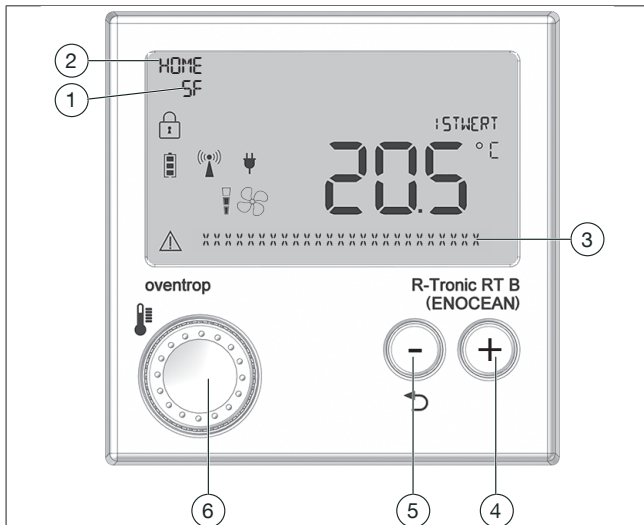

Abb. 1: Übersicht „R-Tronic“ ohne Zeitprofilsteuerung
Die Navigation in den „R-Tronic“-Menüs sowie die Auswahl der gewünschten Funktionen nehmen Sie über den Menü-Knopf (siehe Abb. 1 auf Seite 7 (6)) vor. Sie erreichen alle Untermenüs und Funktionen durch Drehen (Navigation) und Drücken (Bestätigen der Auswahl und Speichern). Um einen Schritt zurück zu gelangen, drücken Sie die Zurück-Taste.